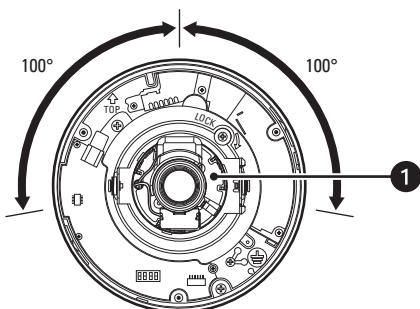

Рис. 37. Регулировка азимутального угла (показана цветная модель)
5. Поверните регулятор азимута (диапазон: ± 100 градусов) для настройки азимутального угла изображения (см. рис. 37).